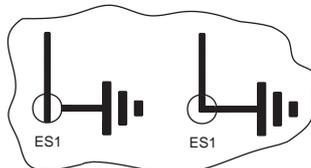

Fig. 21
Unità con sezionatori di terra (fig. 21)
Unit with earthing switches (fig. 21)
- Spostare verso il basso la levetta (1) e liberare l'innesto (SD1) del sezionatore di linea, inserire a fondo la leva di manovra facendo coincidere il risalto con la cava di riferimento (2)
- Ruotare in senso orario la leva di manovra fino alla posizione di linea ed estrarla sfruttando la cava (3)
- Spostare verso l'alto la levetta (1) e liberare l'innesto (ES1) del sezionatore di terra, inserire a fondo la leva di manovra facendo coincidere il risalto con la cava di riferimento (9)
- Ruotare in senso antiorario la leva di manovra fino alla posizione di chiuso ed estrarla sfruttando la cava (8)
- Verificare che l'indicatore dello schema sinottico ES1 sia in posizione di chiuso come indicato nella fig. 21.
- *Move the small lever (1) downwards and free the coupling (SD1) of the line-side isolator, then fully insert the operating lever, making the projecting part coincide with the reference slot (2)*
- *Turn the operating lever clockwise as far as the line position and withdraw it using the slot (3)*
- *Move the small lever (1) upwards and free the coupling (ES1) of the earthing switch, then fully insert the operating lever, making the projecting part coincide with the reference slot (9)*
- *Turn the operating lever anti-clockwise as far as the closed position and withdraw it using the slot (8)*
- *Check that the ES1 indicator of the mimic diagram is in the closed position as indicated in fig. 21*